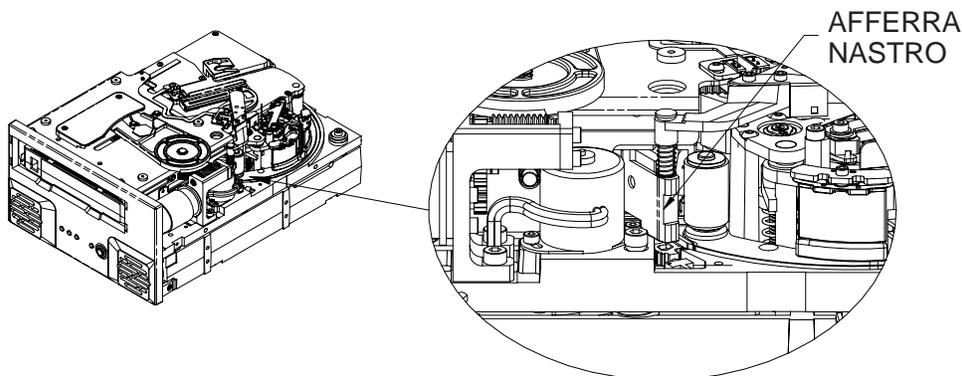

Figura 21. Diagramma della parte inferiore del Viper 200 con afferra nastro vicino alla cartuccia
9. Spingere l'afferra nastro verso la cartuccia, come mostrato in Figura 21.